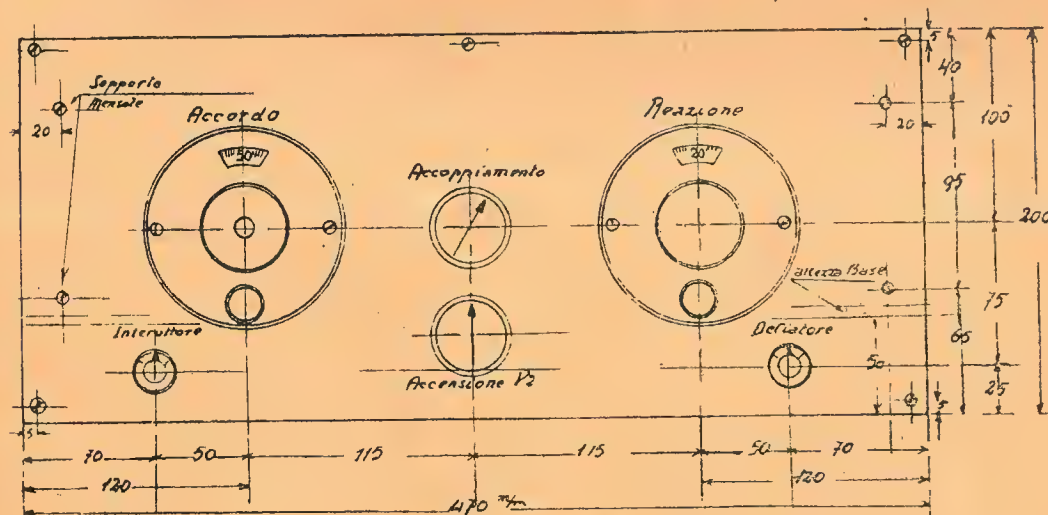
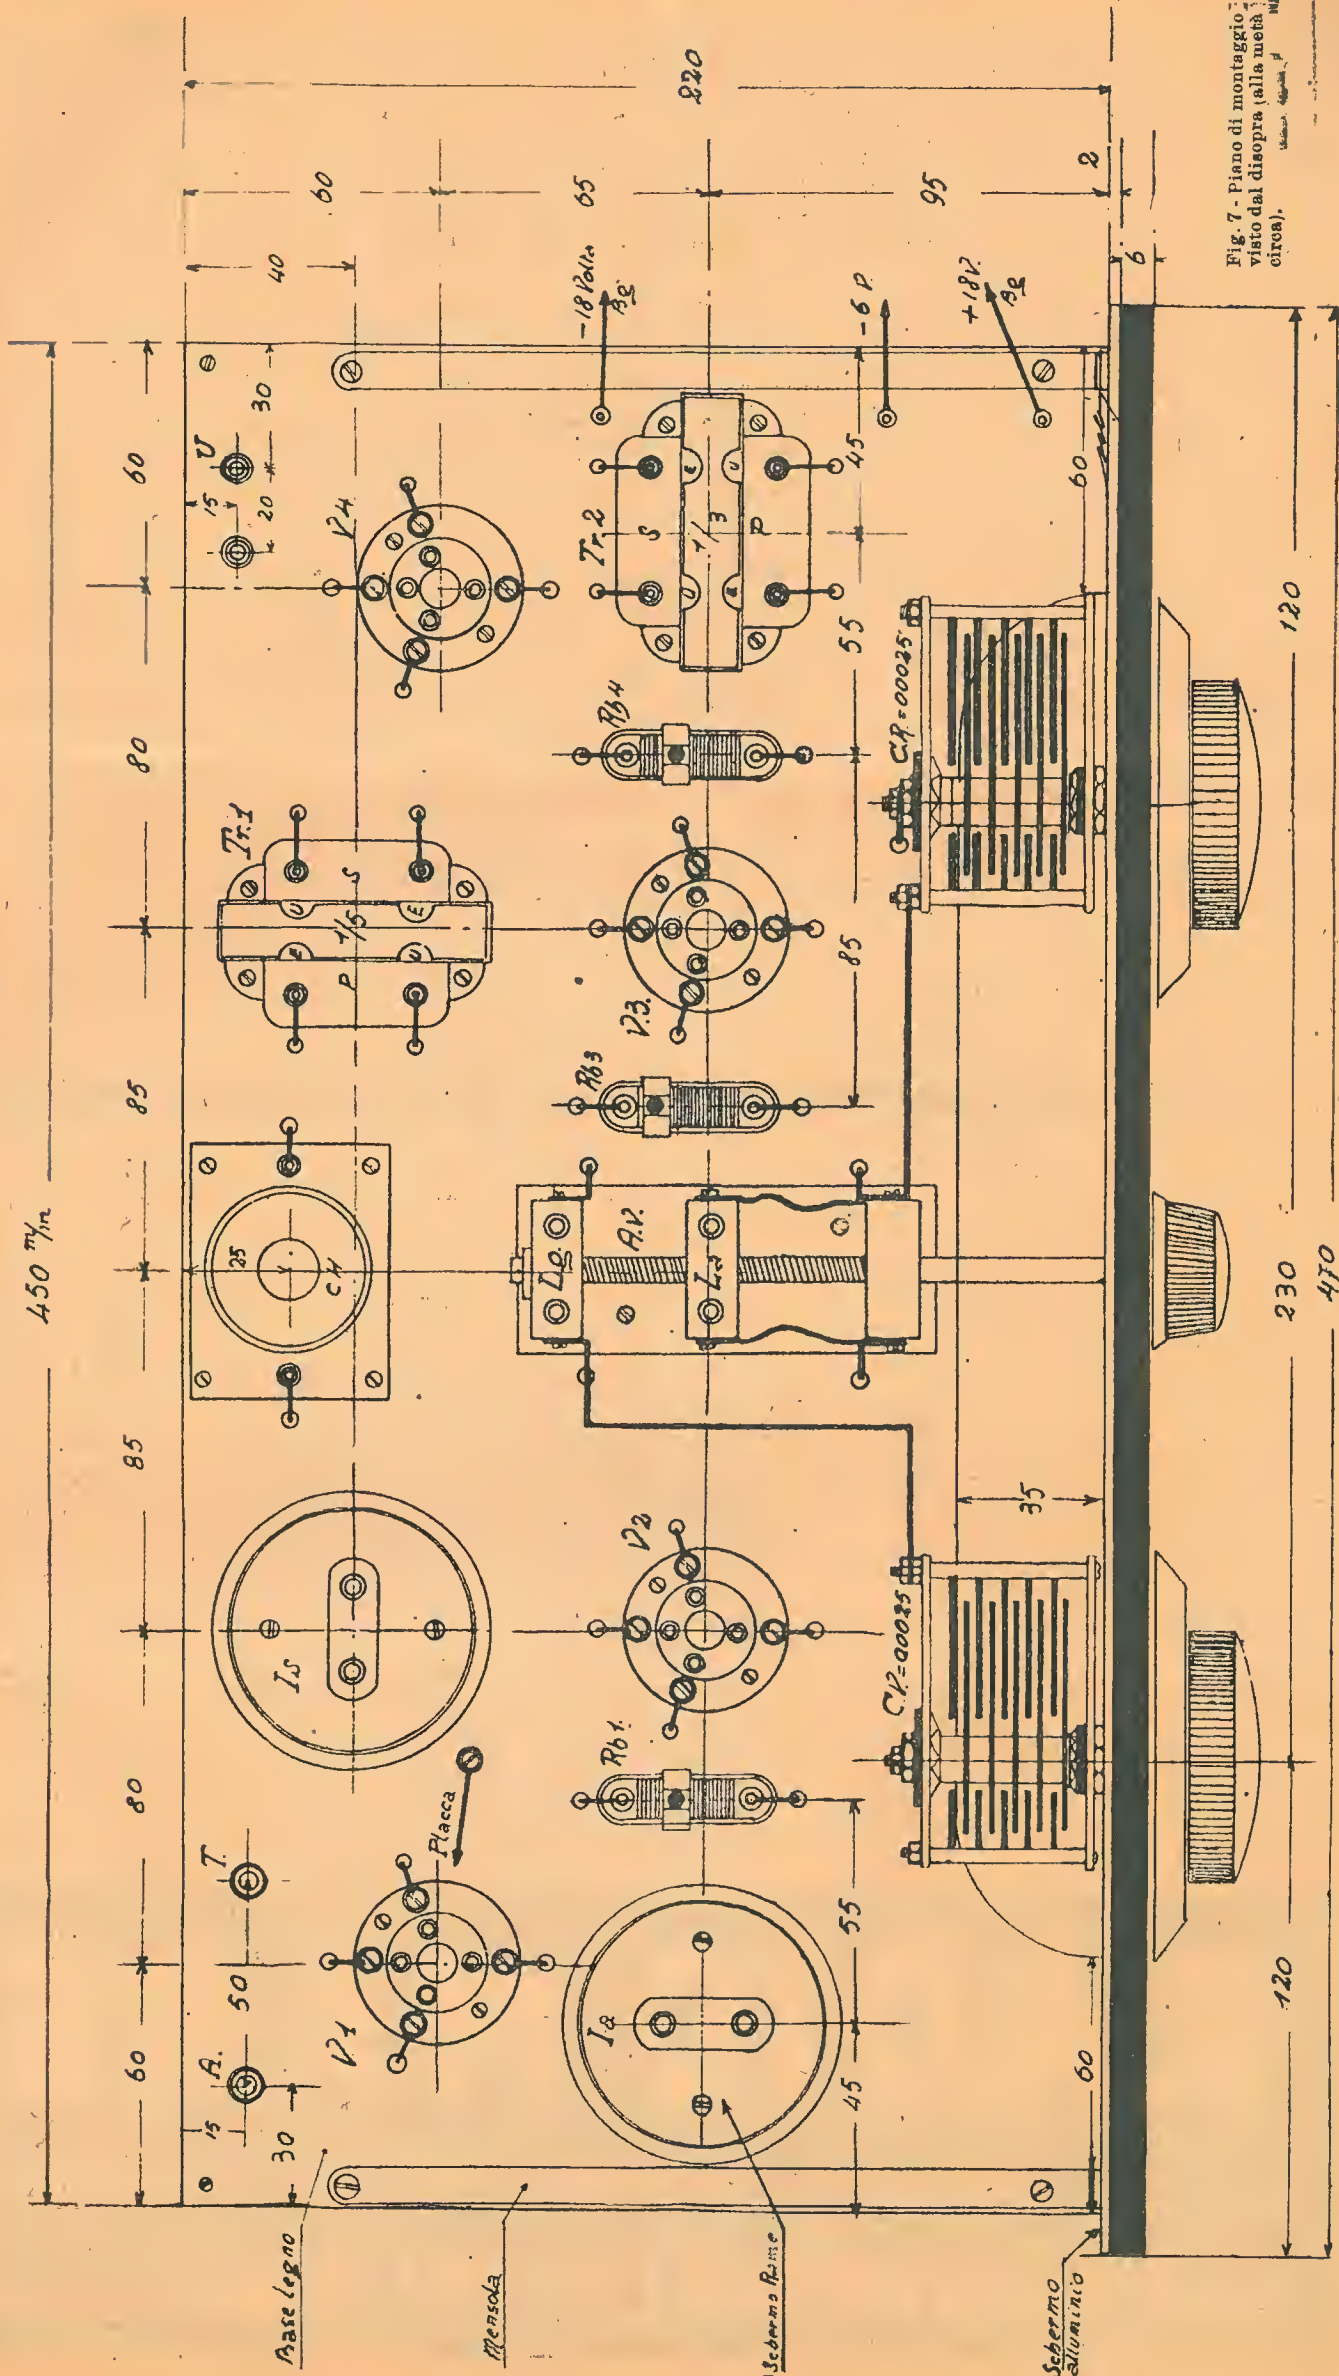

Fig. 2 - Pannello frontale.
Fig. 7 - Piano di montaggio visto dal disopra (alla metà circa).
- 1 pannello frontale in alluminio od in legno contropiaceato con lastra d'alluminio di mm. 470 x 200, forato come a fig. 2.
- 1 base in legno compensato di 6 mm. sagomata e forata come a fig. 7 (piano di montaggio visto sopra) di mm. 450 x 220.
Il montaggio va effettuato come chiaramente indicato alle fig. 7 (vista superiore della base) e fig. 8 (vista sotto). Forato il pannello frontale secondo le quote indicate a fig. 2 si montano su questo l'interruttore Int. ed il
V2. Tutti gli altri pezzi saranno fissati alla base (fig. 7). Effettuati i fori per il passaggio delle connessioni si procede al montaggio